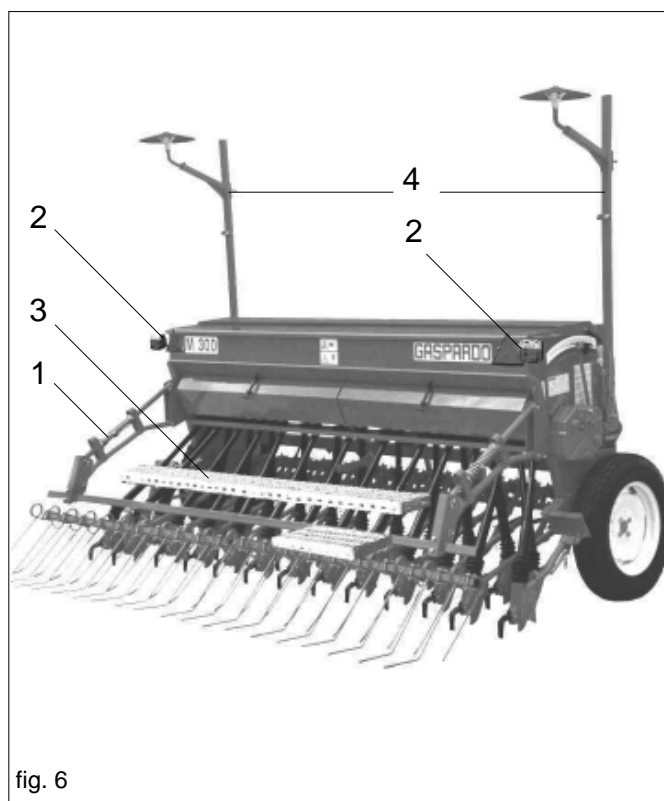

fig. 6
Aus Gründen des Transports sind weder die Egge (1), noch die rückwärtigen optischen Warnsignale (2), Beladebretter (3), sowie die Scheiben (4) zur Reihenkennzeichnung montiert. Sie gemäß den der Maschine beiliegenden Pläne vor dem Einsatz der Sämaschine installieren (Abb. 6).